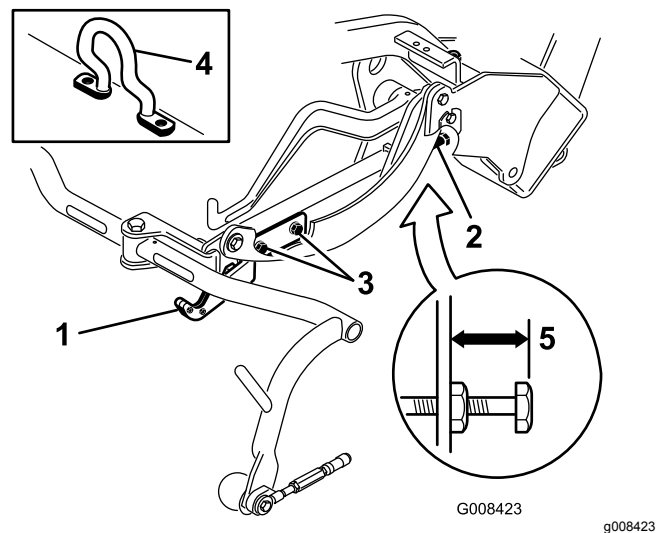
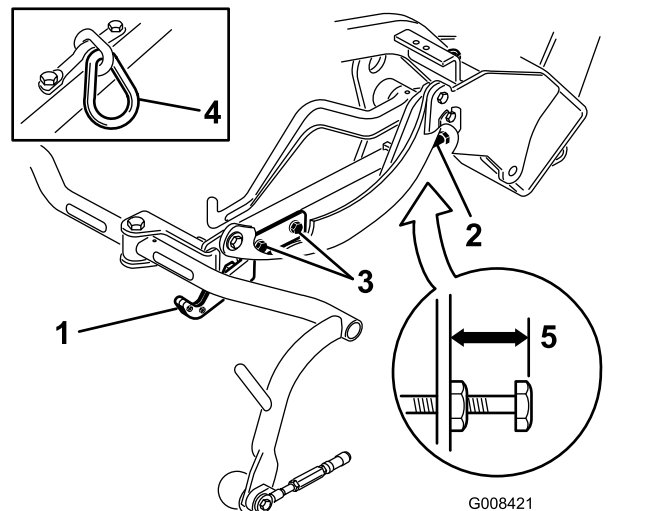
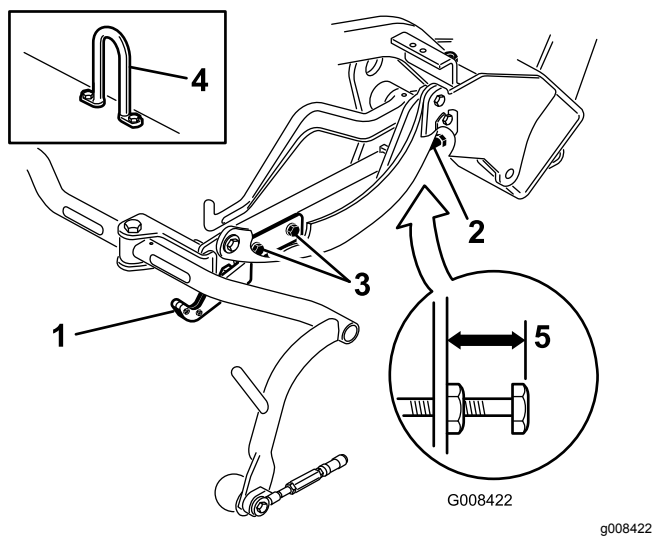

Bild 13
Bild 14
Bild 15
3. An Schneideinheiten, die ein Kettenglied oder einen geraden Hubhaken haben (Bild 14 und Bild 15, Einsätze) müssen Sie darauf achten, dass der Abstand von der Oberkante der Einstellschraube am Trägerrahmen bis zur Rückseite des Trägerrahmens 22 mm beträgt. Sollte der Abstand nicht 22 mm sein, gehen Sie auf Schritt 4. Wenn die Schneideinheit mit einem Versatzhublenker (Bild 13) ausgestattet ist, gehen Sie auf den nächsten Schritt.
Prüfen Sie die Transporthöhe (Bild 14 und Bild 15) und stellen Sie diese ggf. ein.
2. An Schneideinheiten, die einen Versatzhubhaken haben (Bild 13, Einsatz) müssen Sie darauf achten, dass der Abstand von der Oberkante der Einstellschraube am Trägerrahmen bis zur Rückseite des Trägerrahmens 25 mm beträgt. Sollte der Abstand nicht 25 mm sein, gehen Sie auf Schritt 4.
4. Lockern Sie die Befestigungsschrauben an der Transportplatte (**Bild 14**, **Bild 15** und **Bild 13**).
7. Wenn die Trägerrahmen nicht dieselbe Höhe aufweisen, lösen Sie die Klemmmutter an der Einstellschraube des Trägerrahmens (**Bild 13**, **Bild 14** und **Bild 15**). Drehen Sie die Schraube raus, um den Trägerrahmen anzuheben, oder drehen Sie die Schraube rein, um ihn abzusenken. Ziehen Sie die Klemmmutter wieder an, nachdem Sie die korrekte Höhe eingestellt haben.